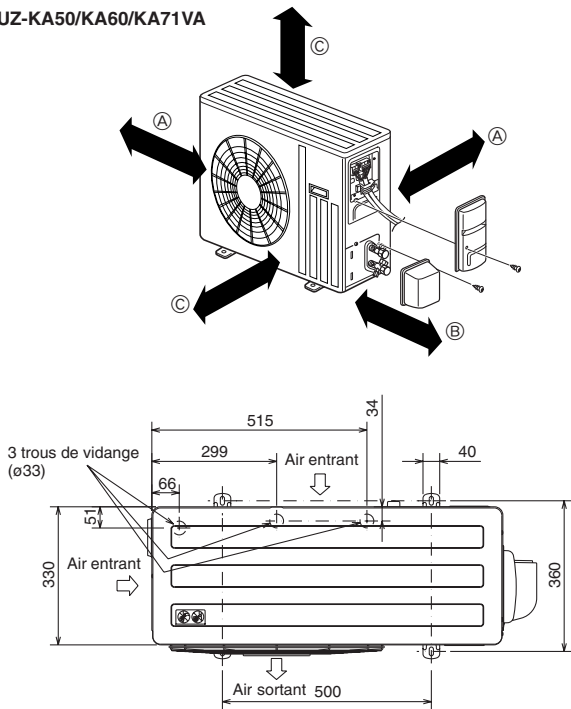

Fig. 3-1
3.1. Appareil extérieur (Fig. 3-1)